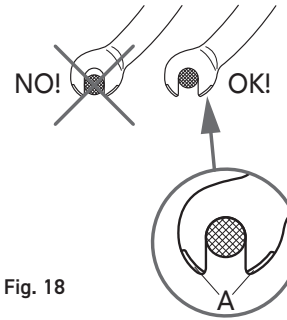

Fig. 18
- Positionner la roue dans les pattes du cadre et s'assurer qu'elle soit complètement insérée (Fig. 18).
Ne modifier et n'altérer sous aucun prétexte le bord de retenue (A - Fig. 18) (si votre fourche en est pourvue). Le bord de retenue a été conçu pour prévenir le détachement de la roue en cas de desserrement des écrous.